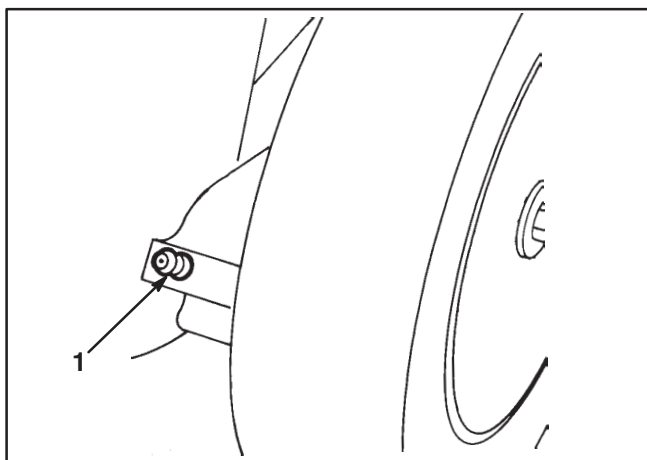

Figure 26
2. Placer les leviers de réglage de hauteur de coupe des roues arrière sur le réglage "2". Essuyer les graisseurs à l'aide d'un chiffon propre (Fig. 26). Appliquer un pistolet graisseur rempli de graisse multi-usage au lithium No. 2 sur le graisseur et pomper doucement 2 ou 3 fois.